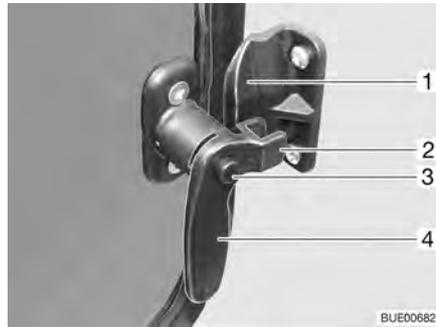

Fig. 29 Ventana de la puerta de entrada, palanca de bloqueo cerrada
- Presionar el botón de seguridad (Fig. 29,3) y mantenerlo pulsado.
- Girar la palanca de bloqueo (Fig. 29,4) hacia la mitad de la ventana.
- Girar la palanca de bloqueo (Fig. 29,4) hacia el marco de la ventana. La horquilla (Fig. 29,2) de la palanca de bloqueo se encuentra en la cara interior del bloqueo de la ventana (Fig. 29,1).